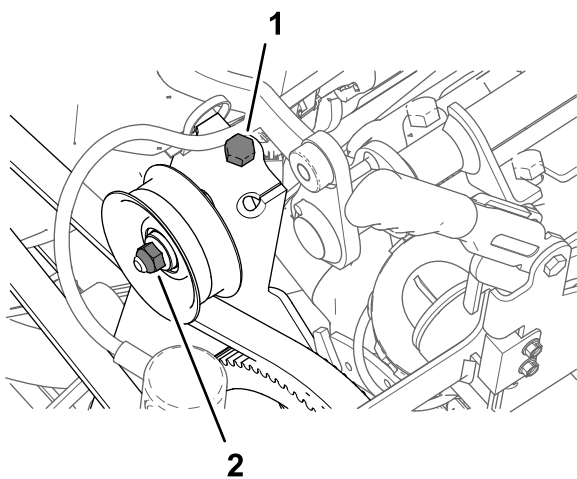

Figura 178
1. Desaperte a porca do eixo da polia intermédia (Figura 178).
2. Rode o parafuso de tensionamento da correia para remover a tensão da correia da bomba do pulverizador (Figura 178).